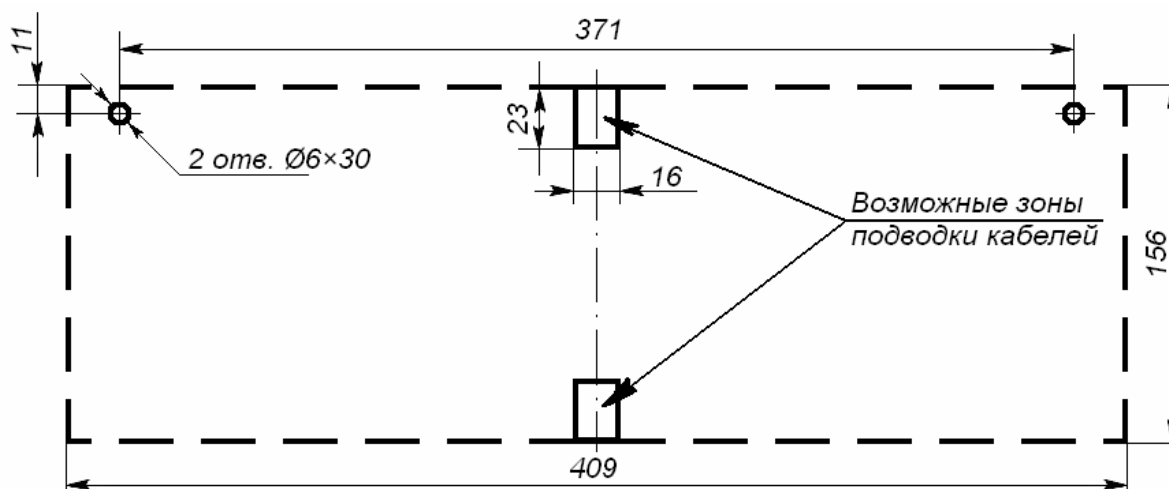

Рисунок 4 Схема разметки для установки ТСВ
- производить разметку установочных отверстий в соответствии с рис. 4;
8.4.2 Произведите разметку и разделку отверстий на установочной поверхности для крепления ТСВ и проводки всех кабелей (см. рис. 4). Установите в отверстия 6×30 пластиковые дюбели и вверните в них шурупы $4,2 \times 25$ так, чтобы головка шурупа отступала от стены на 5 мм.